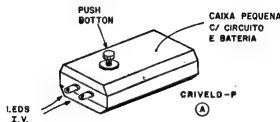

Fig. 9
- FIG. 9 - "ENCAIXAMENTO" DO TRANSMISSOR - Com sua minúscula plaquinha, e bateria pequena, o conjunto "A" do CRIVELD caberá num container bem portátil, devendo o lay out geral assemelhar-se ao sugerido na figura... Confortável para acionamento, e eficiente no direcionamento do feixe de infravermelho projetado (os LEDs com suas "cabecinhas" bem próximas, lado a lado, rigorosamente "apontado" para a mesma direção...), são as características buscadas na configuração... Pequenas variações no "jeitão" final são aceitáveis, mas sempre feitas com bom senso... Dentro da caixinha, convém prender a plaquinha com parafuso/porca ou adesivo forte, calçar a bateria com um pedaço de isopor ou espuma de nylon, e fixar bem os LEDs com cola de epoxy ou de ciano-acrilato, de modo que nada fique "jogando"...